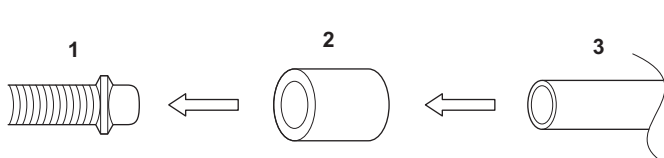

Bild 19
- 3 Isoleringstejp (tillbehör) (3) (Se "5. INSTALLERA INOMHUSENHETEN".)
- När du ansluter en rörkoppling i hårdvinyl (nominell diameter 13 mm) till dräneringsslangen som är fäst vid inomhusenheten to (till exempel för inbäddade rör), använder du en hårdvinylkoppling från butik (nominell diameter 13 mm). (Se bild 19)